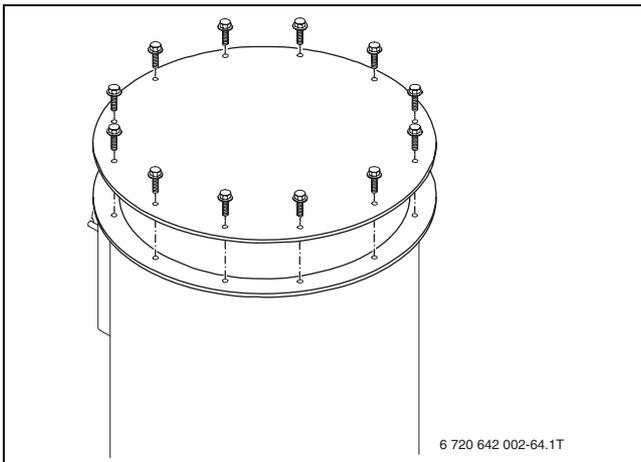

Bild 77 Kesseldeckel demontieren
- ▶ Schrauben am Kesseldeckel lösen und den Kesseldeckel nach oben abnehmen (→ Bild 77).